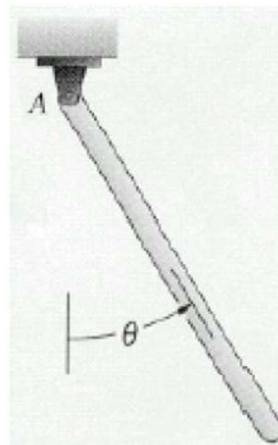

Figura No. 8
7. Desplace la barra fuera de su posición de equilibrio de tal manera que tenga con respecto a éste un ángulo pequeño θ como se muestra en la *Figura No. 8*.